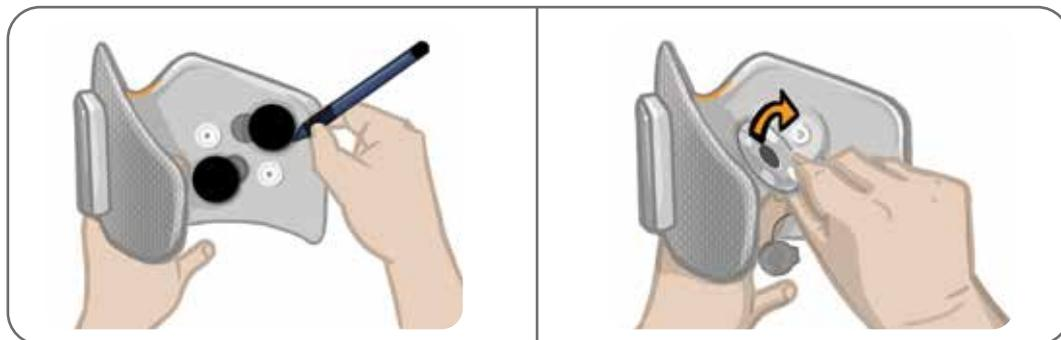

Figura 8-7: Marcar a posição das bases dos eletrodos (à esquerda)
2. Marque a posição das bases de eletrodos usadas no forro do manguito com um marcador permanente. Veja a Figura 8-7.